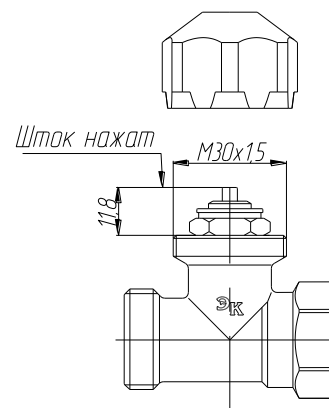

Рисунок 2-Присоединительные размеры клапанов
Присоединительные размеры для монтажа термоголовки ЭК на различные модели терморегулирующих клапанов указаны на рис. 2.
Перед установкой термоголовки на клапан регулирующий крышку нужно снять (см. рисунок 2).
- Проверить расстояние между плоскостью торца корпуса клапана и вершиной штока механизма управления. Оно должно быть 11,8 мм (см. рис. 2), при этом клапан закрыт (шток нажат).